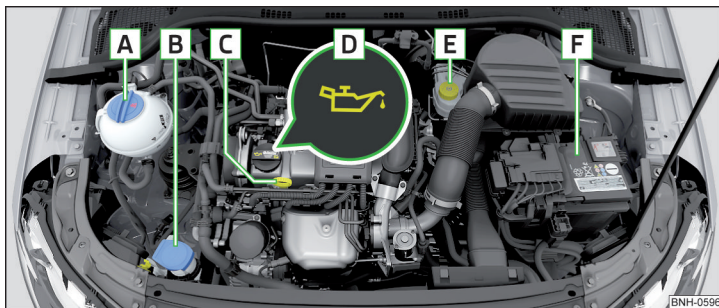

Fig. 152 Exemplu de dispunere în compartimentul motor
- › Deșurubați capacul orificiului de umplere cu ulei **D** » fig. 152 la pagina 132.